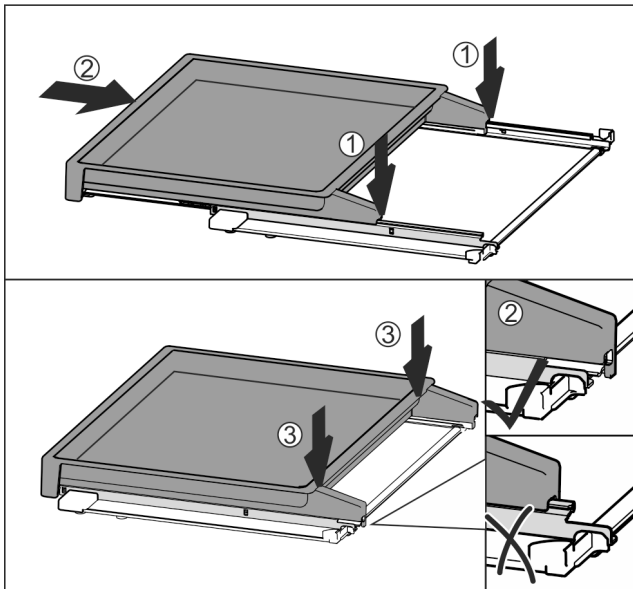

Fig. 109
- ▶ Встановіть по центру на рейки Fig. 109 (1).
- ▶ Повністю вставте витяжну панель Fig. 109 (2).
- ▶ Натиснути на задній бік, доки вона не зафіксується зі звуком Fig. 109 (3).